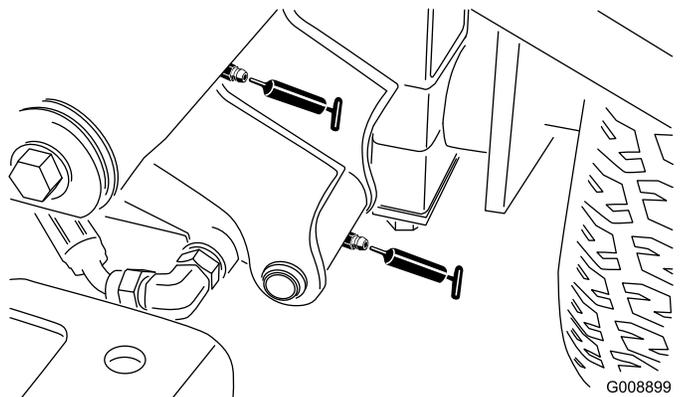

Figura 55
- Pivote y cilindro de elevación del brazo de elevación delantero izquierdo (2) (Figura 55)